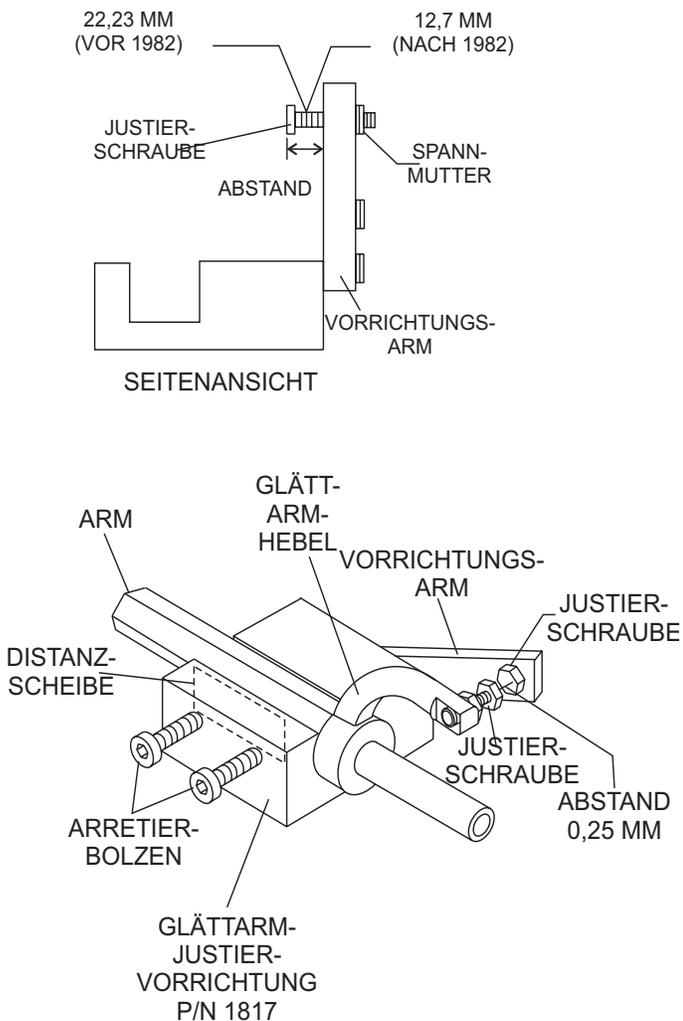

Abbildung 26. Glättarmjustierhilfe
Abbildung 26 zeigt die Justiervorrichtung mit eingeschobenem Glättarm. Da jeder Glättarm in der Vorrichtung fixiert ist, wird die Armschraube soweit eingestellt, dass Sie einen Anschlag an der Vorrichtung berührt. Dadurch werden alle Glättarme einheitlich justiert und der Fertiger so flach und gleichmäßig wie möglich gehalten.
- Bei vor Juni 1982 hergestellten Glättern muss der Abstand vom Ende der Justierschraube zum Vorrichtungsarm 22,23 mm betragen (Abbildung 26). Bei nach Juni 1982 hergestellten Glättern hingegen muss der Abstand vom Ende der Justierschraube zum Vorrichtungsarm 12,7 mm betragen.